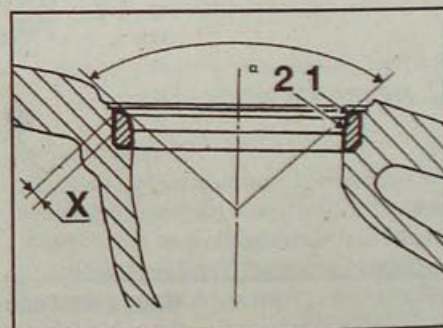

Рис. 3.55. Обработка седел клапанов:
- Седла клапанов запрессованы в головку цилиндров. После замены седел клапанов необходимо их обработать на фрезерном станке. Рабочая фаска (1, рис. 3.55) обрабатывается фрезой № 230 с углом 45°. Уменьшите ширину этой фаски до получения ширины (X) обработкой фаски (2) фрезой № 211 с углом 65° для впускных клапанов и фрезой № 605 с углом 65° для выпускных клапанов.